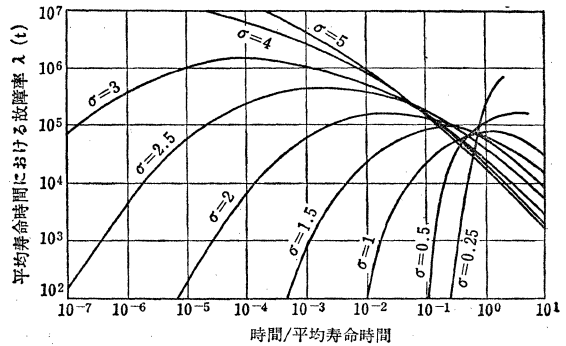

図3 対数正規分布における平均寿命-故障率曲線
(3) 対数正規分布 (Lognormal Distribution)
対数正規分布の場合, 故障密度関数 $f(t)$, 平均寿命 μ は (13) (14) 式のように表わされます。また $\lambda(t)$ は平均寿命の関数として図3のように表わされます。